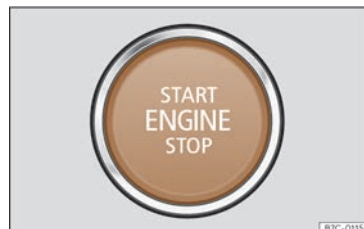

Fig. 88 Butonul demarorului
Când urcați la bord, butonul de pornire >>> **fig. 88** clipește pentru a vă atrage atenția.
• Apăsați butonul de pornire >>> **fig. 88** fără a apăsa pedala de accelerație. Pentru ca motorul să pornească, trebuie să existe o cheie valabilă în autovehicul.
- Apăsăți scurt butonul de pornire >>> **fig. 88.**